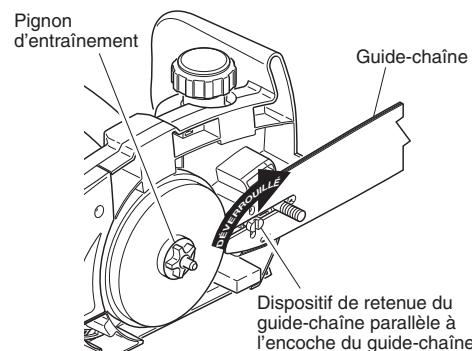

Figure 4-Déverrouillage du dispositif de retenue du guide-chaîne
3. Faire tourner le dispositif de retenue du guide-chaîne de façon qu'il soit parallèle à l'encoche du guide-chaîne (voir la Figure 4).
4. Installer le guide-chaîne sur le corps de la scie. Insérer l'encoche centrale du guide-chaîne sur le boulon et sur le dispositif de retenue du guide-chaîne. **Note :** S'assurer que la tête du dispositif de retenue passe bien à travers l'encoche du guide-chaîne, comme illustré dans la Figure 4.